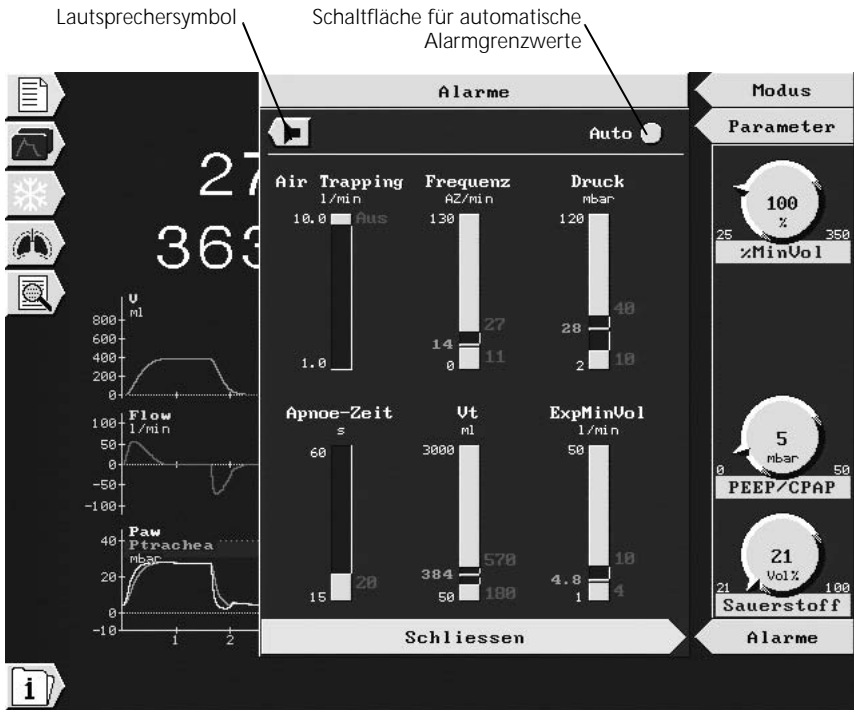

Abbildung 4-7. Fenster Alarme
1. Öffnen Sie das Fenster **Alarme** (Abbildung 4-7).
1. Öffnen Sie das Fenster **Alarmer** (Abbildung 4-7).